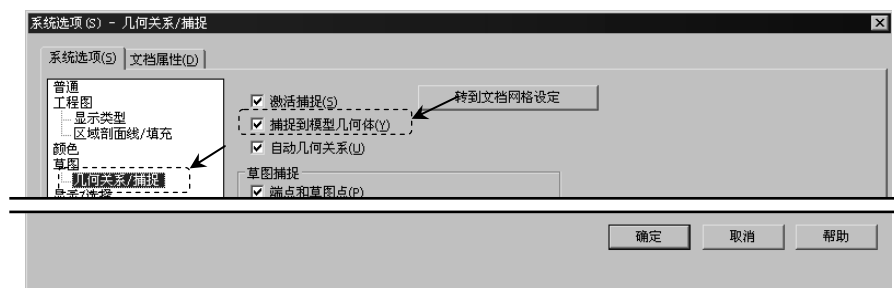

图 4.15.2 “系统选项(S)-几何关系/捕捉”对话框
Step3. 定义自动几何约束。选择下拉菜单 **工具(T)** → **选项(O)...** 命令,在系统弹出的对话框中单击 **几何关系/捕捉** 选项,然后选中 **自动几何关系(U)** 复选框,如图 4.15.2 所示,单击 **确定** 按钮。